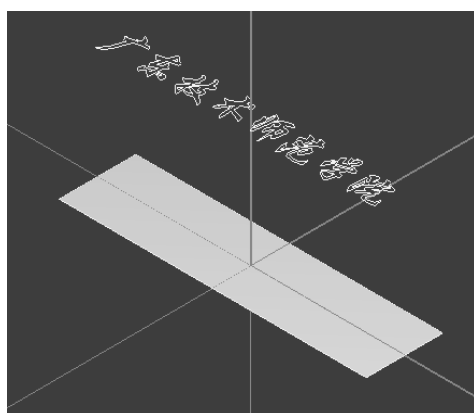

图 1-69 投影加工的 CAD 建模
6) 返回主功能表，单击“绘图”“曲面”“曲面修整”“平面修整”“串联”，选择刚才绘制的矩形，建立平面，将萤幕视角切换到“等角视图”，如图 1-69 所示。